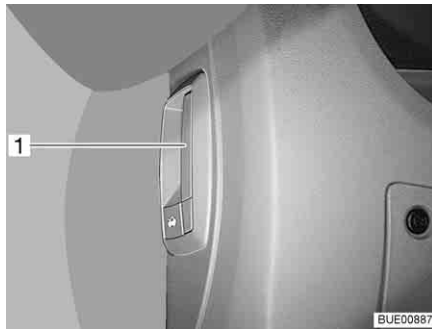

Fig. 42 Levier de déverrouillage capot moteur (dans le véhicule)
- Tirer sur le levier (Fig. 42, 1) à gauche sous le tableau de bord ou sur le côté de ce dernier.